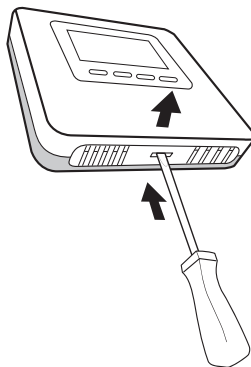

Abb. 11
- Die Befestigungsplatte des Raumsensors abtrennen, indem Sie leicht auf die Lasche unten drücken (Abb. 11).